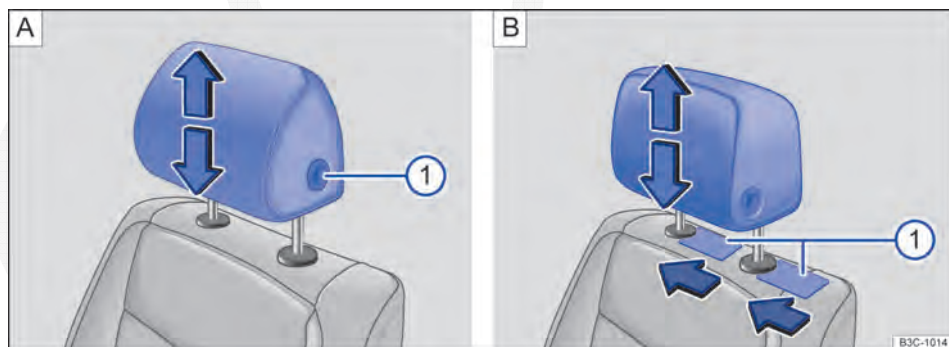

Fig. 64 Remover o apoio para cabeça dianteiro: em veículos sem  e com  apoios para cabeça ajustáveis na longitudinal.
- Retirar o apoio para cabeça com o botão → Fig. 64 A ① totalmente pressionado.
- Empurrar o apoio para cabeça para baixo com o botão → Fig. 64 A ① totalmente pressionado.
- Empurrar um objeto plano, por exemplo, um cartão de plástico, respectivamente nos dois lados entre o revestimento do encosto do banco e a capa de cobertura da barra guia do apoio para cabeça e, ao mesmo tempo, com uma leve pressão, destravar as barras retentoras → Fig. 64 B ①.